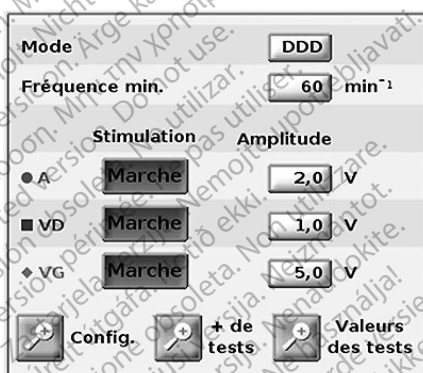

Figure 9. Panneau Amplitude et stimulation du PSA
- Panneau Amplitude et stimulation du PSA (Figure 9 en page 22)